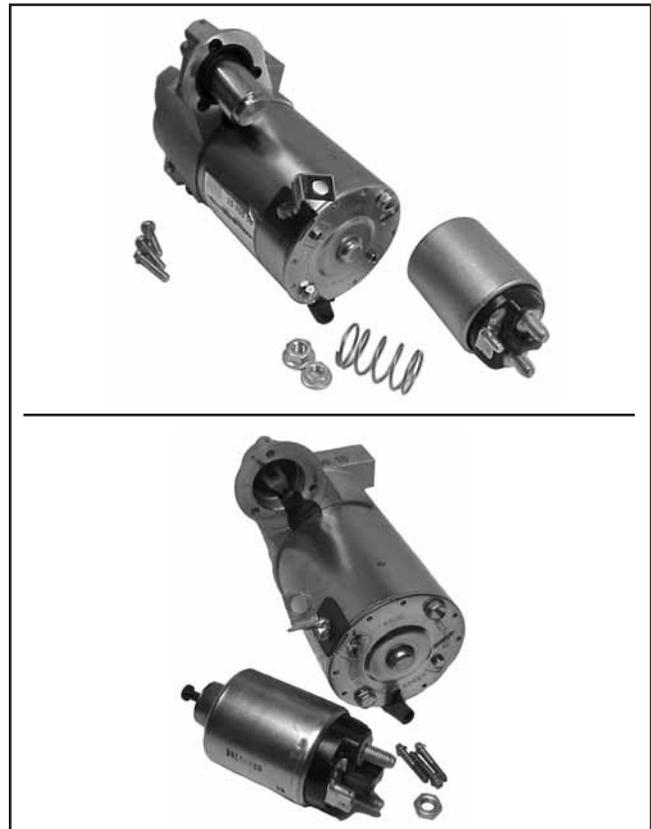

Figure 8-31. Démontage du solénoïde du démarreur.
3. Si le solénoïde est monté avec des vis cruciformes, séparer le solénoïde et le ressort de piston du capuchon d'extrémité de l'entraînement. Si le solénoïde est monté avec des vis Torx externes, le piston est un élément du solénoïde et seule la goupille du piston doit être décrochée du levier d'entraînement. Retirer le joint dans la rainure du carter. Voir les figures 8-31 et 8-32.